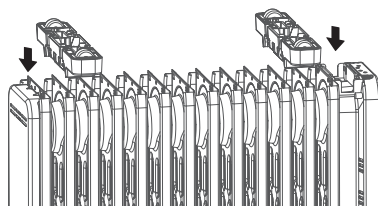

Abb. 1
2. Richten Sie wie in Abb. 1 dargestellt die Halterungen mit den Füßen entsprechend aus. Drücken Sie die Füße in Pfeilrichtung in die Löcher des Kühlkörpers, bis die Füße einrasten.